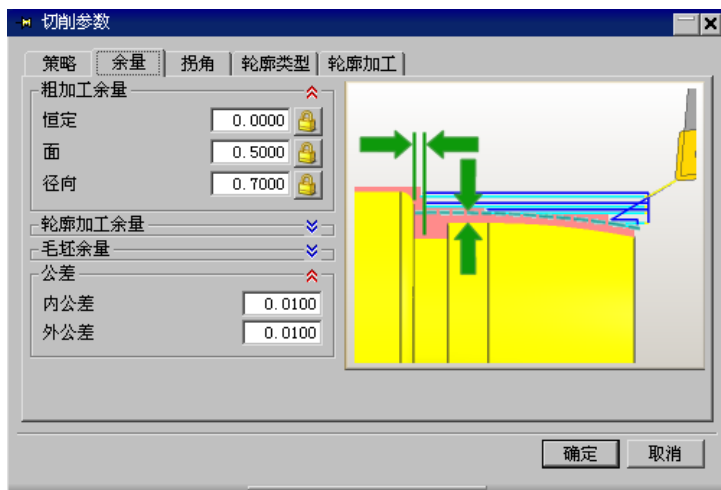

图 7.2.20 “余量”选项卡
(1) 单击“粗车 OD”对话框中的“切削参数”按钮，系统弹出“切削参数”对话框，在该对话框中选择 **余量** 选项卡，然后在 **公差** 区域的 **内公差** 和 **外公差** 文本框中都输入值 0.01，其他参数采用默认设置，如图 7.2.20 所示。